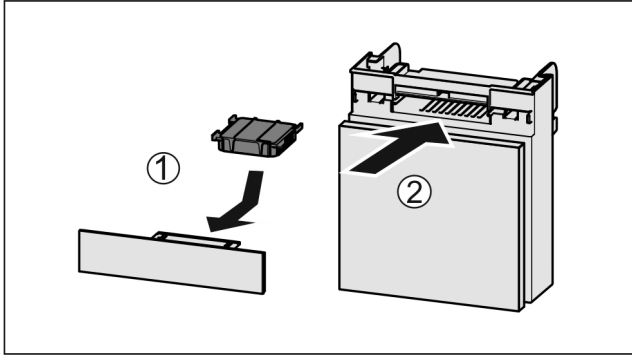

Fig. 119
- ▶ Вставити фільтр з активованого вугілля за малюнком Fig. 119 (1).
- ▶ Вставити відділення Fig. 119 (2).